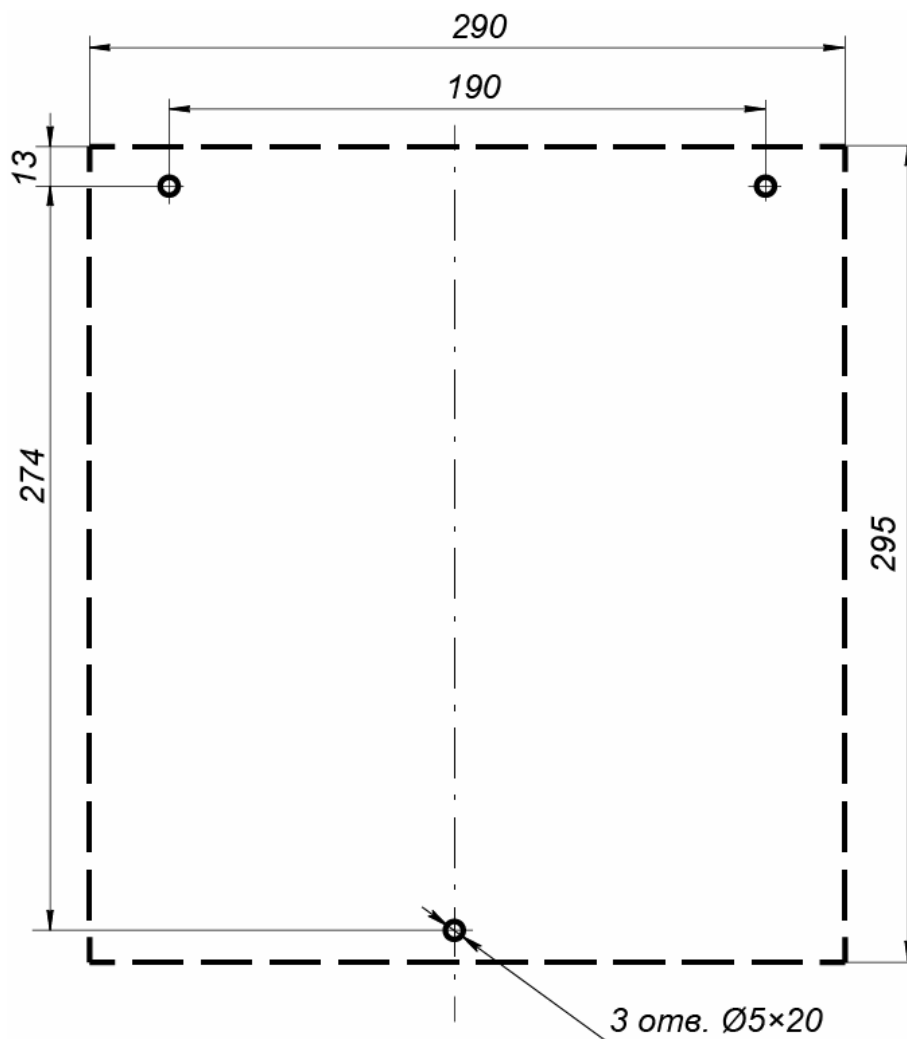

Рисунок 10. Разметка отверстий для установки БУ.
7. Извлеките из транспортировочного ящика створки (6). Установите заполнения створок (7) в держатели заполнения створок (15), выровнивая по высоте и соблюдая равномерность зазоров, и зафиксируйте их винтами держателей. Установите створки в патрубки (14) стойки поворотной (1). Через отверстия в патрубках (14) затяните винты крепления створок (6). Убедитесь, что все створки (6) надежно закреплены, заполнения створок (7) зафиксированы.
8. Проверьте свободное вращение стойки поворотной (1). Для этого разблокируйте стойку поворотную ключом замка механической разблокировки (5) (см. разд. 5.6). Стойка поворотная (1) со створками (6) должна поворачиваться рукой легко, без рывков и заклинивания. Усилие, приложенное на середине створки (6), не должно превышать 1,5 кгс. Усилие поворота створки можно измерить динамометром или бытовыми пружинными весами. После проверки заблокируйте стойку турникета ключом замка механической разблокировки (5).
10. Выполните на стене разметку отверстий для крепления БУ (8) в соответствии с рис. 10. Просверлите отверстия и установите в них пластмассовые дюбели. Вверните 2 верхних шурупа, повесьте на них БУ и обязательно зафиксируйте его нижним шурупом, который защитит его от случайного сдергивания. Установите БУ (8) так, чтобы обеспечивался удобный доступ к выключателям, предохранителям и обеспечивался обзор индикаторов (см. рис. 5). БУ должен располагаться на стене вертикально разъемами вниз, кабель сетевой (12) должен свободно доставать до розетки.